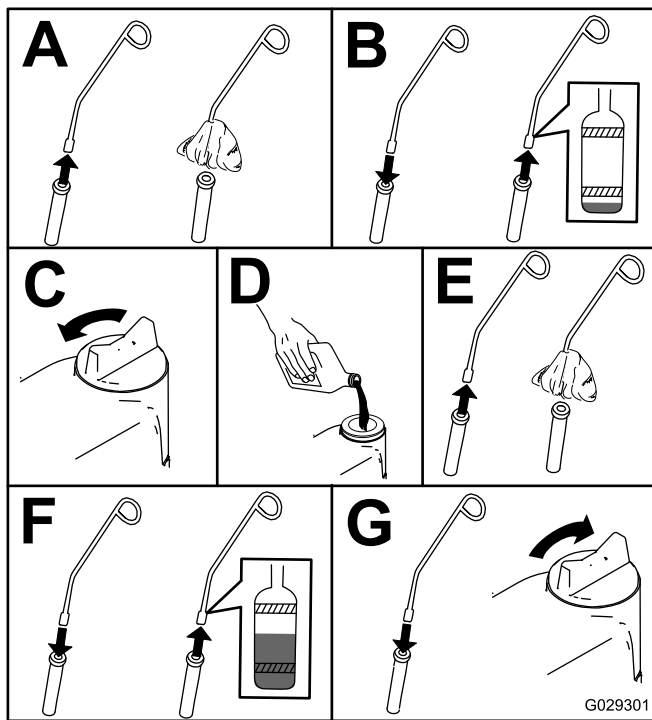

Figura 50
3. Compruebe el nivel de aceite del motor, tal y como se muestra en la Figura 50.